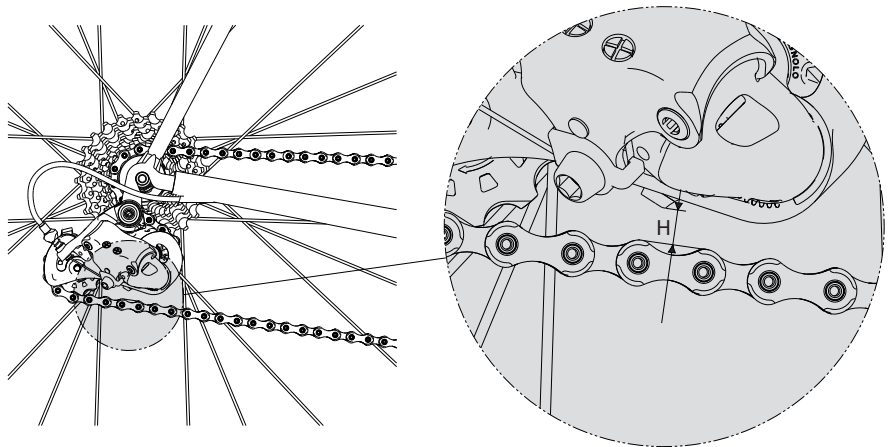
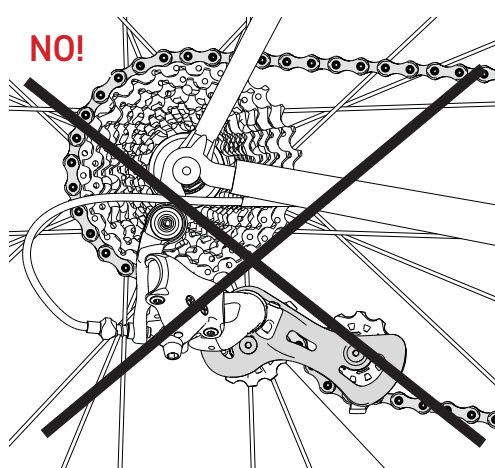

Fig.2
Fig.4
• Determine la longitud correcta de la cadena colocándola en el piñón y en el engranaje más pequeños, comprobando que la medida H (Fig. 2), distancia entre la parte inferior del balancín y la parte superior de la cadena sea aproximadamente 10 - 15 mm.
• Para evitar un mal funcionamiento de la transmisión, la medida H no debe ser en ningún caso inferior a 3 mm (Fig. 2) y no debe ser superior a 22 mm porque, con el piñón y el engranaje grandes, la cadena estaría excesivamente tensa (Fig. 4).